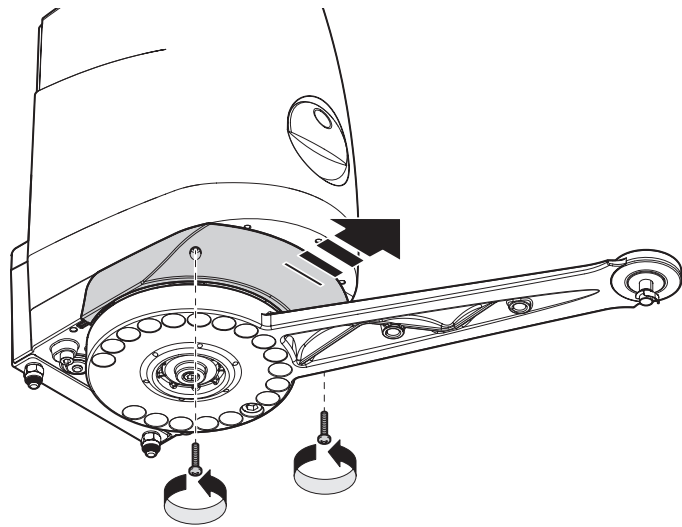

Fig. 13
02. Retirez les 2 vis placées sous la poignée et sortez le couvercle avant comme indiqué sur la **fig. 13** ;